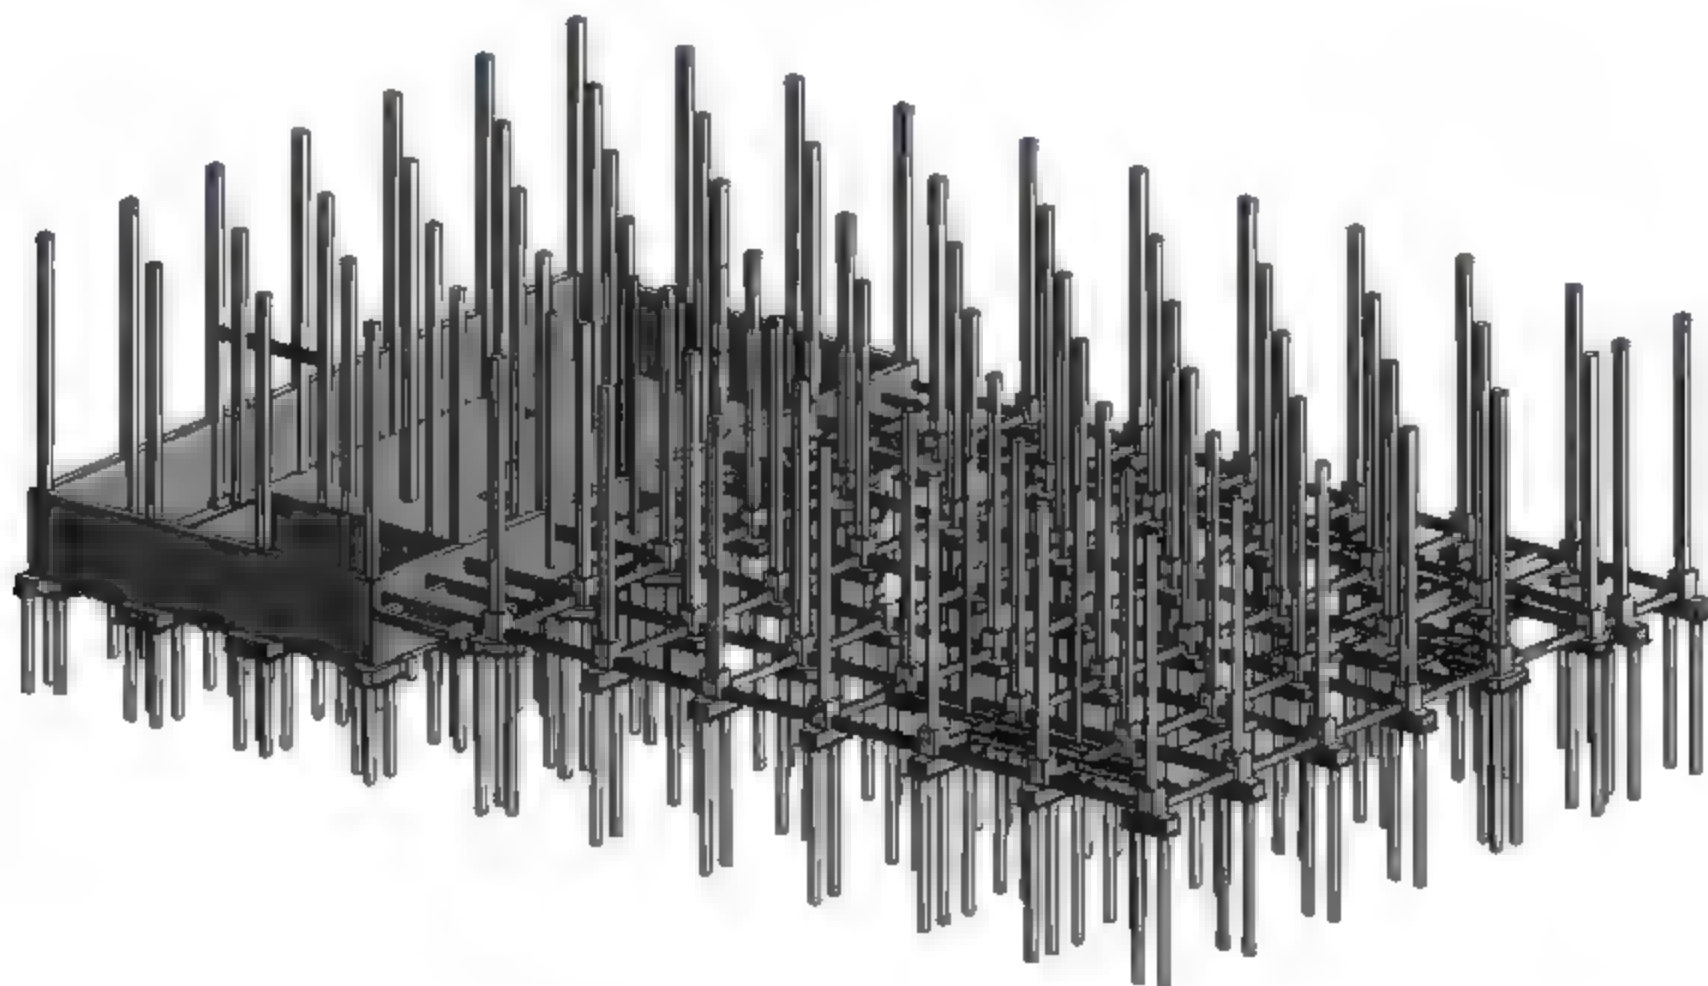
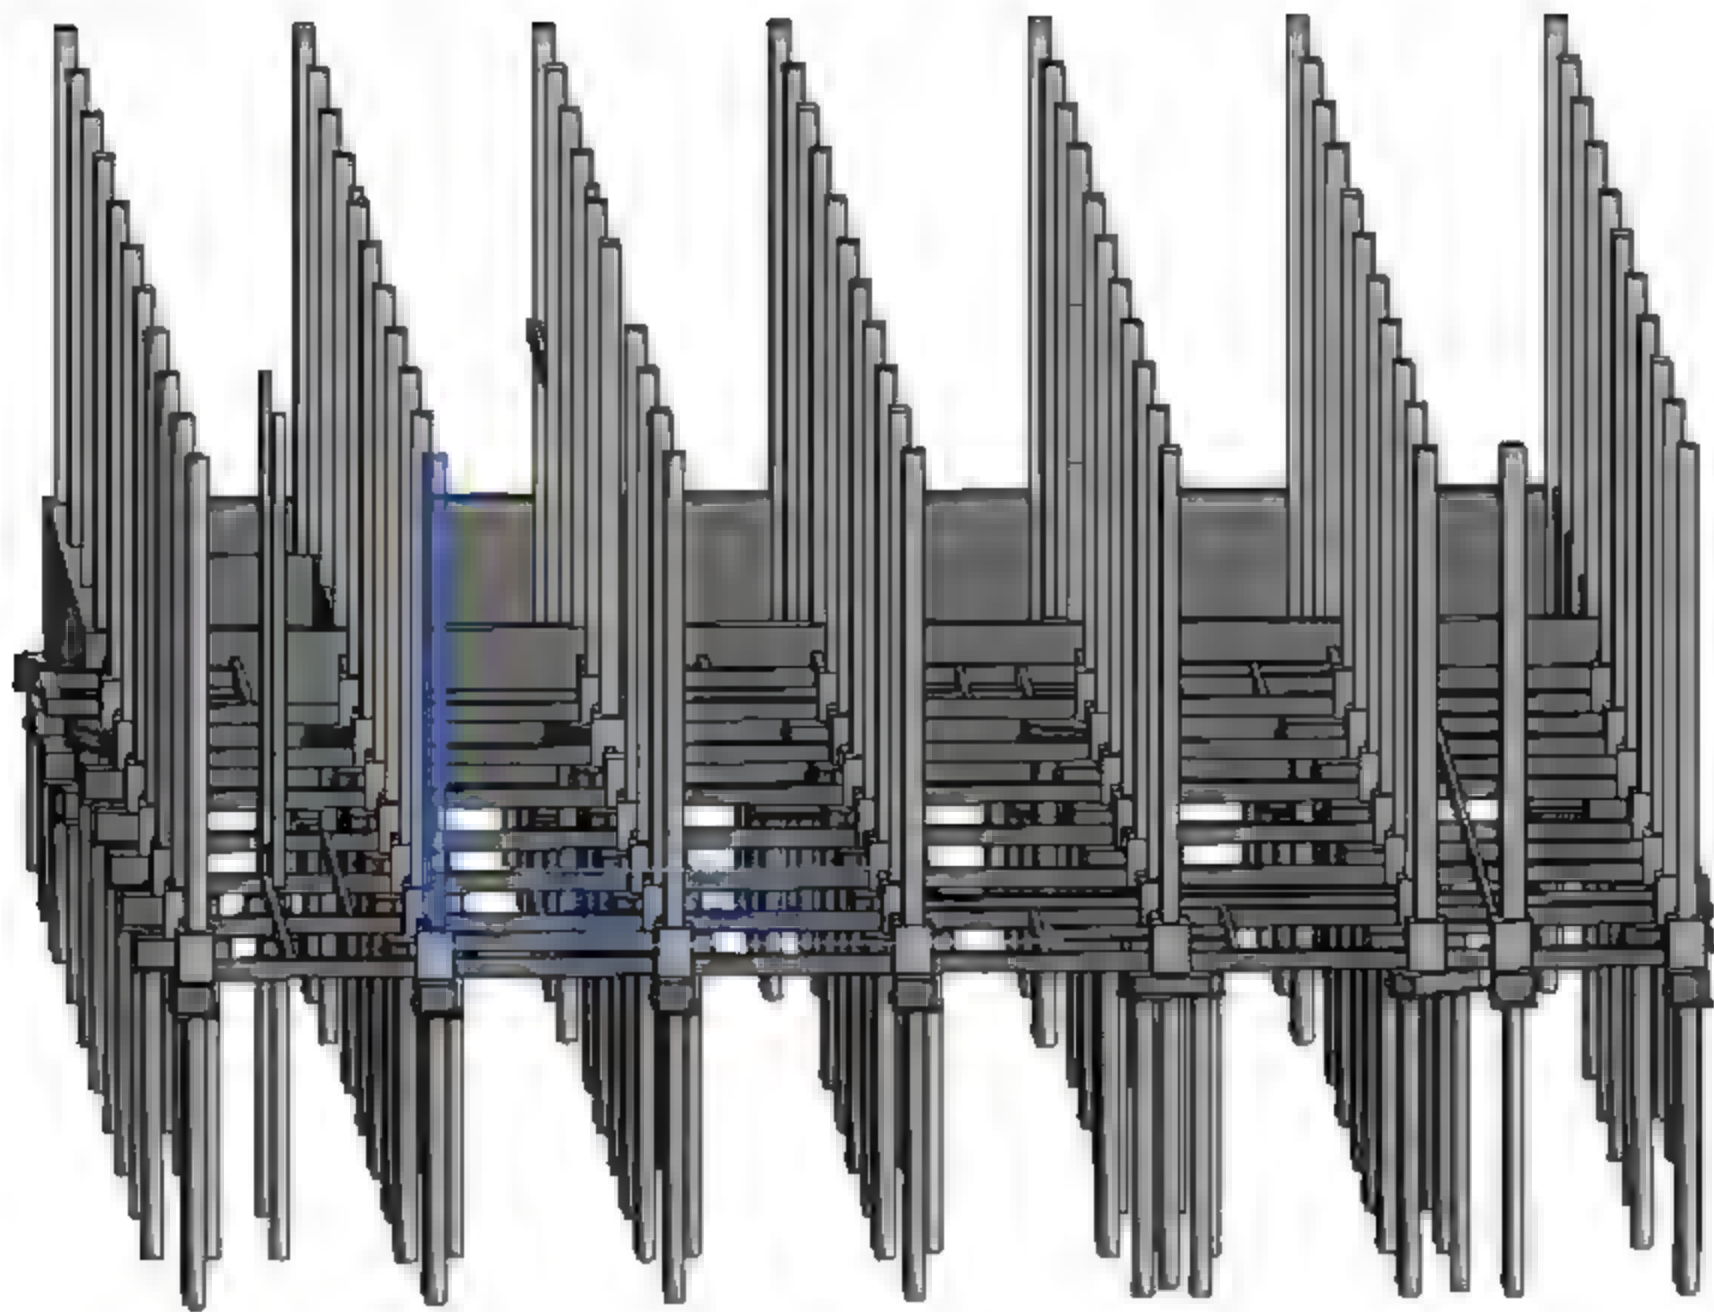

图 4.1.31 圆柱 3D 效果图 1
图 4.1.32 圆柱 3D 效果图 2
(7) 重复步骤(6)完成其余的混凝土圆形柱的绘制。然后按快捷键 F4 切换到三维效果, 观看 3D 效果图是否有遗漏, 如图 4.1.31 与图 4.1.32 所示。